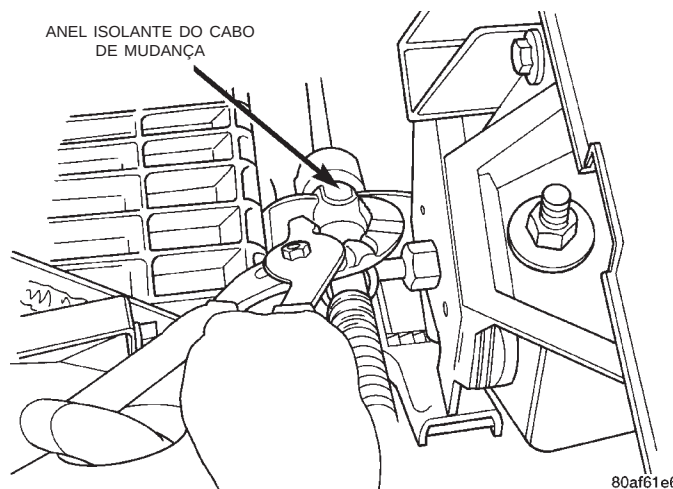
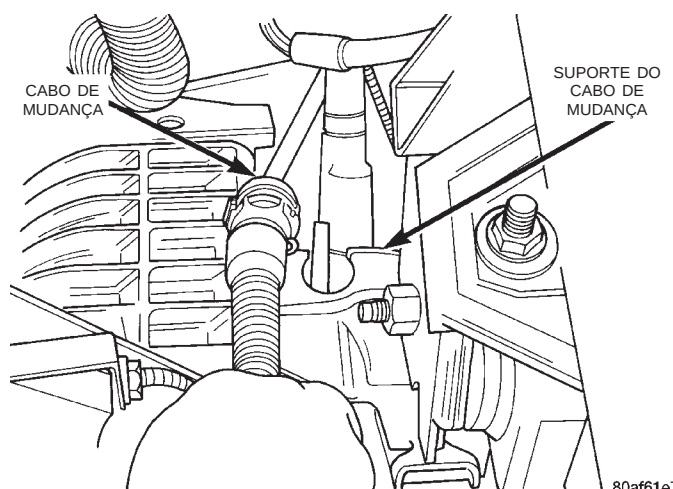

Fig. 35 Presilhas do Anel Isolante
Fig. 36 Remoção do Cabo do Suporte
- (3) Repuxe as presilhas do anel isolante e remova o cabo no suporte da transmissão (Fig. 35) (Fig. 36).